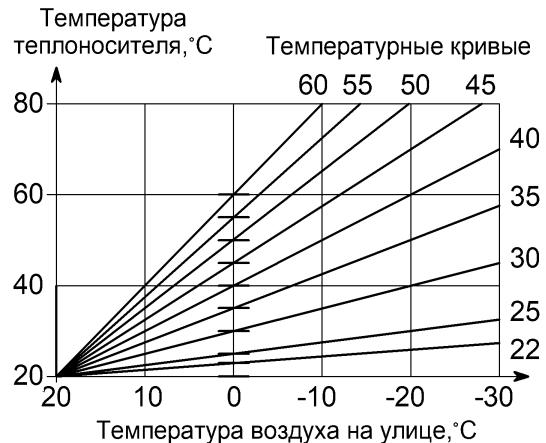
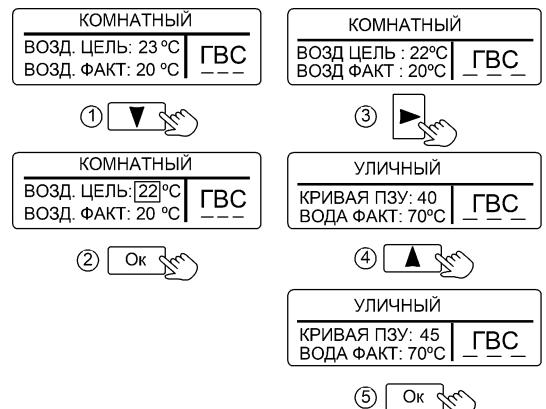
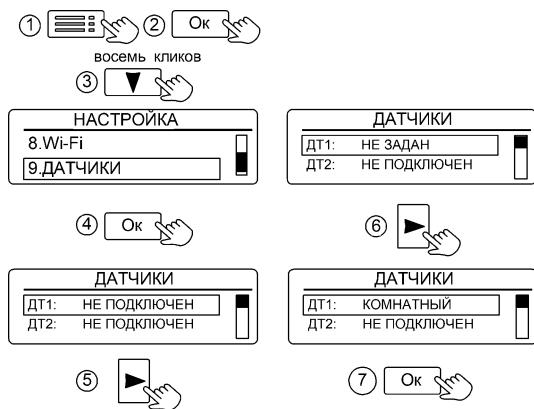

Рисунок 9. Зависимость температуры теплоносителя от температуры воздуха на улице
Рисунок 10. Настройка ограничения температуры и кривой ПЗУ
Рисунок 23. Настройка проводных датчиков
10.4 «УЛИЧНЫЙ» – режим поддержания температуры теплоносителя в зависимости от температуры воздуха на улице по одной из погодозависимых кривых (см. рис. 9). Датчик температуры воздуха устанавливается на улице.
Для изменения заводской настройки нужно в соответствии с рис. 9 выбрать ту кривую, при которой в помещении станет комфортно. Если в помещении холодно - следует выбрать кривую с большим номиналом, если жарко - с меньшим. Чем больше величина теплопотерь здания, тем выше номер кривой. Изменение значения кривой ПЗУ показано на рис. 10.
состояние терmostата. Если произведено подключение датчика температуры воздуха (см. рис. 23) и настроено ограничение температуры воздуха в помещении (см. рис. 10), то при достижении температуры воздуха в помещении установленного значения, нагрев теплоносителя будет прекращён. При понижении температуры воздуха, нагрев теплоносителя будет возобновлён. В случае подключения терmostата, при достижении температуры воздуха в помещении установленного значения и замыкании контактов терmostата, нагрев теплоносителя будет прекращён. При снижении температуры воздуха и размыкании контактов терmostата нагрев теплоносителя будет возобновлён.
выполняется в последовательности (см. рис.23):